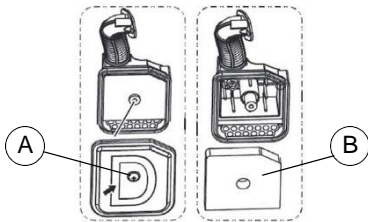

Рисунок 4-5. Повітряний фільтр
- Відкрутіть болт (А) і зніміть кришку повітряного фільтра. Див. **Рисунок 4-5**.